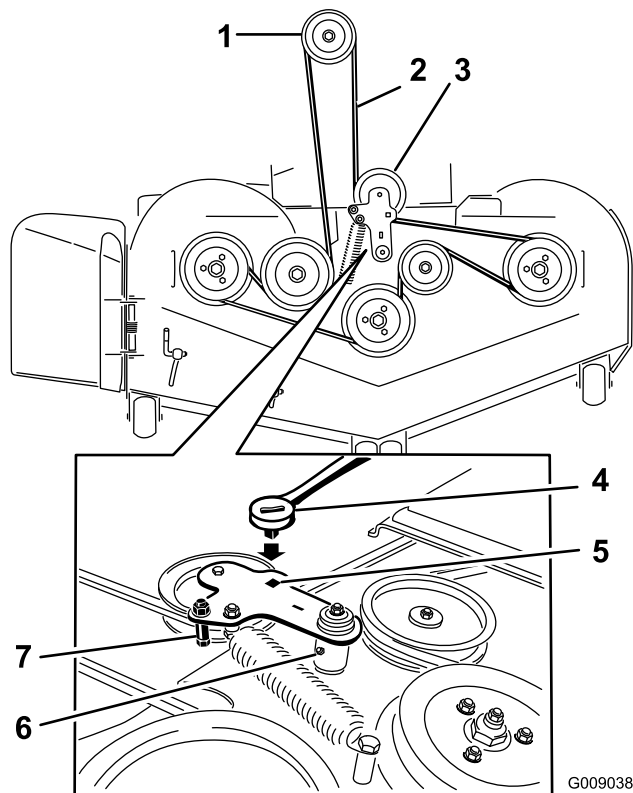

Bild 56
5. Setzen Sie eine Ratsche in das rechteckige Loch im Spannarm ein, um die Spannung an der Spanscheibenfeder zu lösen (Bild 56).
7. Nehmen Sie die Riemenschutzvorrichtung am gefederten Spannarm ab, wie in Bild 56 dargestellt.
9. Verlegen Sie den neuen Riemen um die Mähwerk- und Bremsspannscheiben unter dem Motor (Bild 56).
10. Nehmen Sie die Riemenführung am Spannarm ab, wie in Bild 56 dargestellt.
11. Setzen Sie die Spannscheibenfeder mit der Ratsche im rechteckigen Loch ein (Bild 56).